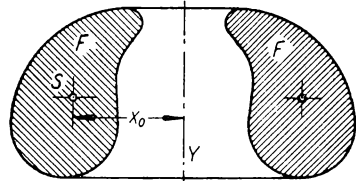

Bild 96
**b)** Wenn eine Fläche  $F$  um eine in ihrer Ebene liegende Achse  $Y$  kreist (Bild 96), so beschreibt sie einen **Umdrehungskörper**. Der Rauminhalt desselben ist gleich erzeugender Querschnittsfläche  $F$  mal Weg ihres Schwerpunkts: